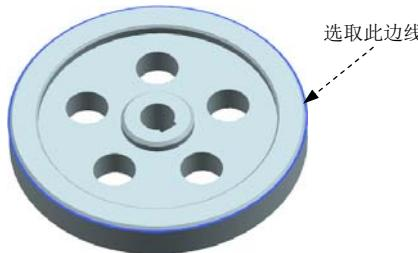

图3.2.5 定义旋转副
(1) 选择下拉菜单**插入(S)** → **运动副①...**命令，系统弹出“运动副”对话框；在“运动副”对话框**定义**选项卡的**类型**下拉列表中选择**旋转副**选项；在模型中选取图3.2.5所示的圆弧边线为参考，系统自动选择连杆、原点及矢量方向。
(2) 单击“运动副”对话框中的**驱动**选项卡；在**驱动**区域的**旋转**下拉列表中选择**恒定**选项；在**初速度**文本框中输入值120。
(3) 单击**确定**按钮，完成旋转副的创建。